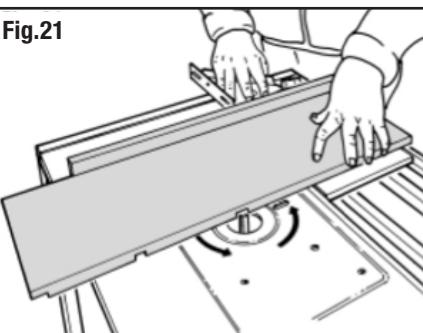

Fig.21
Vea Fig. 21 – 23
- Realice un pequeño corte en el listón de madera para evitar que la pieza de trabajo se astille. (Fig. 21)